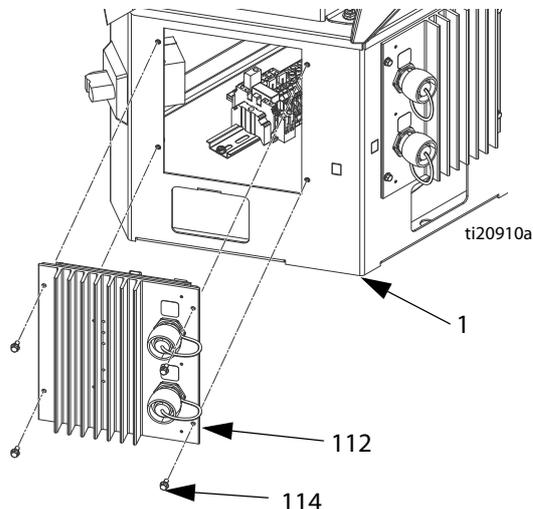

Рис. 39
5. Выкрутите четыре винта (114), с помощью которых MZLP (112) крепится к электрическому блоку (1). Затем осторожно извлеките MZLP из электрического блока. См. Рис. 39.